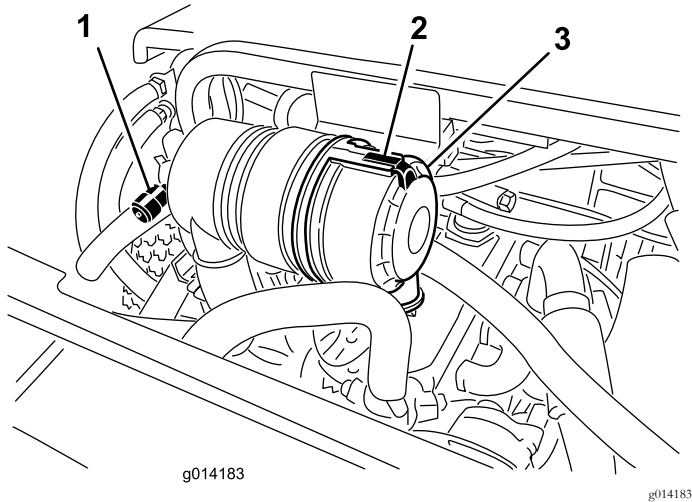

图32
仅在维护指示器图32要求时维护空气滤清器滤芯。在必须更换之前更换空气滤清器只会增加灰尘在滤清器拆下时进入发动机的几率。
1. 松开将空气滤清器盖固定到空气滤清器壳体上的门锁图32。